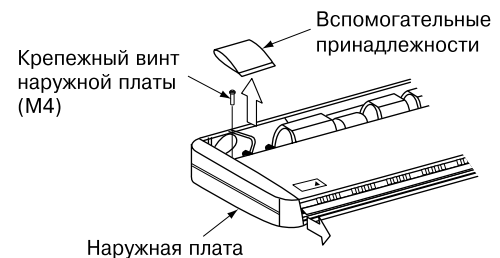

Рис. 5
- Вывинтите крепежный винт боковой панели 1) и потяните ее вперед (в направлении стрелки), чтобы снять. (См. рис. 5)